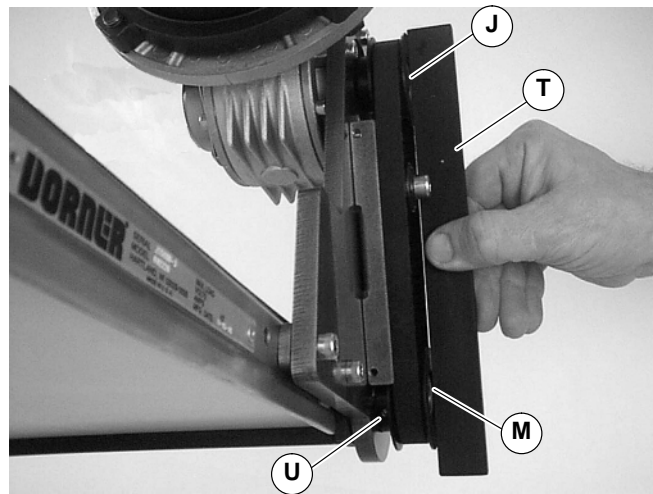

Abbildung 8
6. Zahnriemen (P) um Abtriebszahnrad (M) und Antriebszahnrad legen (J). Abtriebszahnrad (M) auf Achszapfen des Förderbandes installieren.
7. Mit einem Ausrichtlineal (T siehe Abbildung 8) die Abtriebszahnrad (M) mit der Antriebszahnrad ausrichten (J). Die Madenschrauben der Abtriebszahnrad fest anziehen (U).